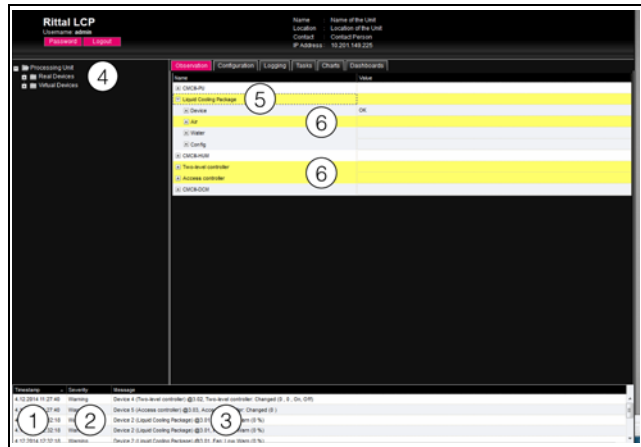

Рис. 95: Структура отображения сообщений
1. Timestamp: дата и время, когда появилось сообщение об ошибке (рис. 95, поз. 1).
2. Severity: серьезность возникшей ошибки. Различают предупреждения ("Warning") и тревоги ("Alarm") (рис. 95, поз. 2).
3. Message: текст сообщения об ошибке (рис. 95, поз. 3).
- Левая область (область навигации): символ перед компонентом, с которым произошла ошибка, в области навигации отображается красным цветом при тревоге, желтым цветом при предупреждении (рис. 95, поз. 4).
- Правая область (область конфигурирования): На вкладке **Observation** сам компонент и тот параметр, к которому относится предупреждение или тревога, отображается соответственно красным или желтым цветом (рис. 95, поз. 5 и 6).